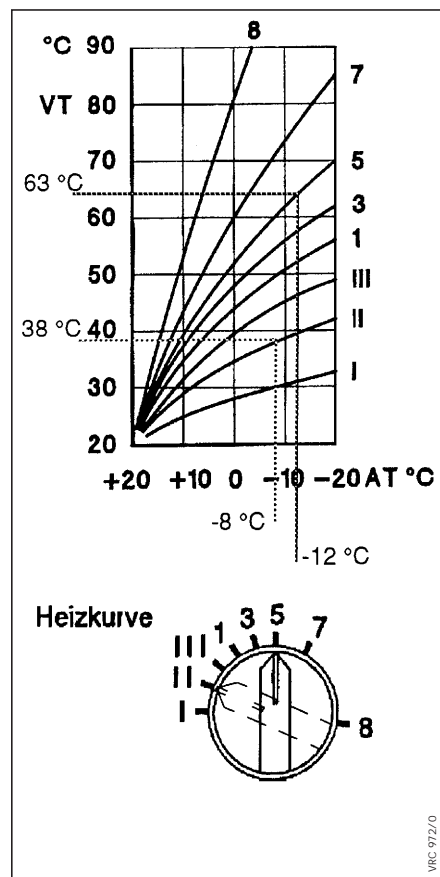

Рис. 5.2 Диаграмма отопительных кривых
На рис. 5.2 диаграммой отопительных кривых представлена зависимость между температурой наружного воздуха и температурой теплоносителя в подающей линии. Температура теплоносителя в подающей линии в конце концов определяет температуру в помещении.
- Стандартная установка на цифру 5 при отоплении с помощью радиаторов / конвекторов (в примере на рис. 5.2 "Диаграмма отопительных кривых" наружной температуре $-12\text{ }^{\circ}\text{C}$ соответствует температура теплоносителя в подающей линии $63\text{ }^{\circ}\text{C}$)
- Стандартная установка на цифру II при панельно-лучистом (напольном) отоплении (в примере на рис. 5.2 "Диаграмма отопительных кривых" наружной температуре $-8\text{ }^{\circ}\text{C}$ соответствует температура теплоносителя в подающей линии $38\text{ }^{\circ}\text{C}$)